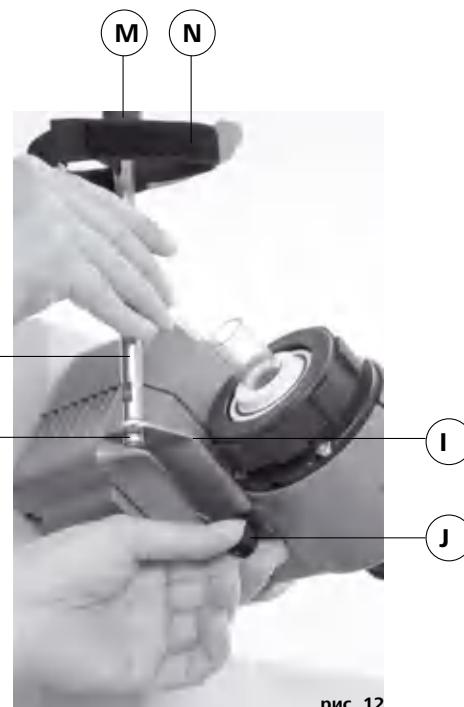

рис. 12
- ☞ Смонтируйте фиксатор охладителя в соответствии с рисунком (рис. 12).
- ☞ Смонтируйте пластины (I) с помощью винта с накатанной головкой (J).
- ☞ Установите ножку штатива (L) на пластину (I) и зафиксируйте ее гайкой (K).
- ☞ Установите резиновый защитный элемент (M).
- ☞ Закрепите липкую ленту (N) на ножке штатива (L).
- ☞ Зафиксируйте вертикальную стеклянную посуду с помощью липкой ленты (N).